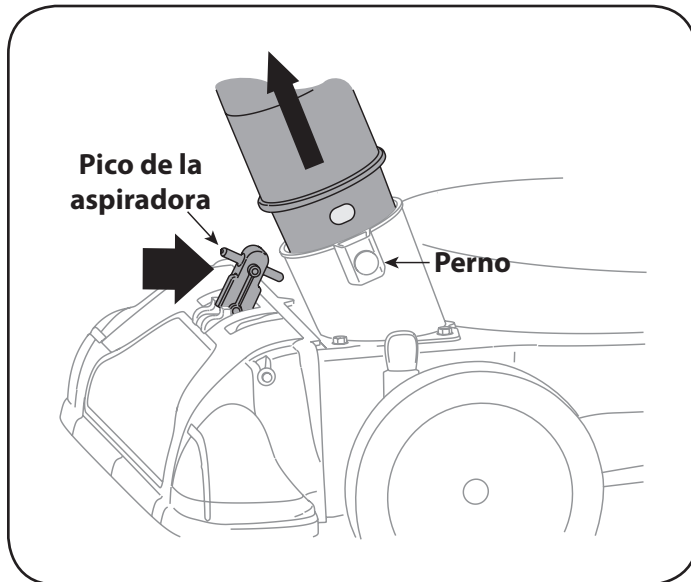

Figura 13
1. Coloque la palanca del pico / manguera de la aspiradora en la posición superior del pico para aspirar a través del mismo. Vea la Figura 13.